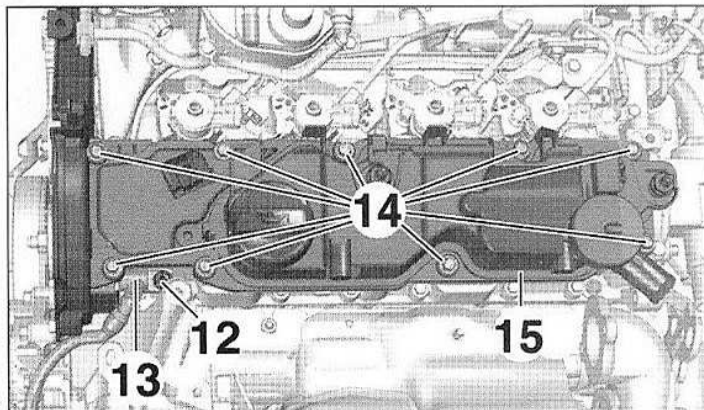

FIG.82
- Déposer (Fig.82) :
- la vis (12) et écarter le capteur d'arbre à cames (13),
- les vis (14),
- le couvre-culasse (15),